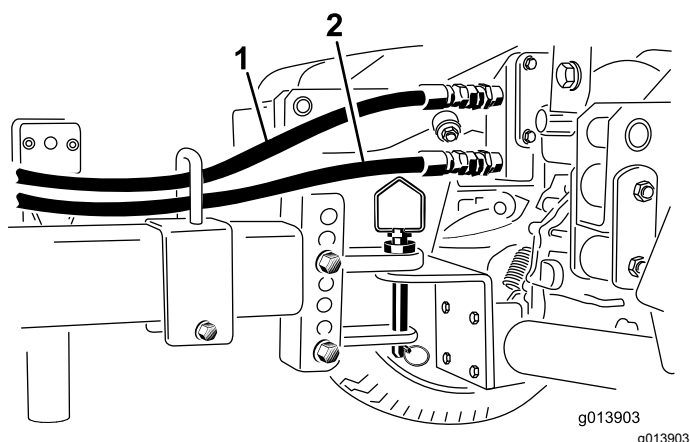

Figura 28
- Collegate il raccordo a sgancio rapido del flessibile di ritorno (il flessibile con l'adesivo della freccia) nel raccordo superiore a sgancio rapido del veicolo (Figura 28).
- Collegate il raccordo a sgancio rapido del flessibile della pressione al raccordo inferiore a sgancio rapido del veicolo (Figura 28).